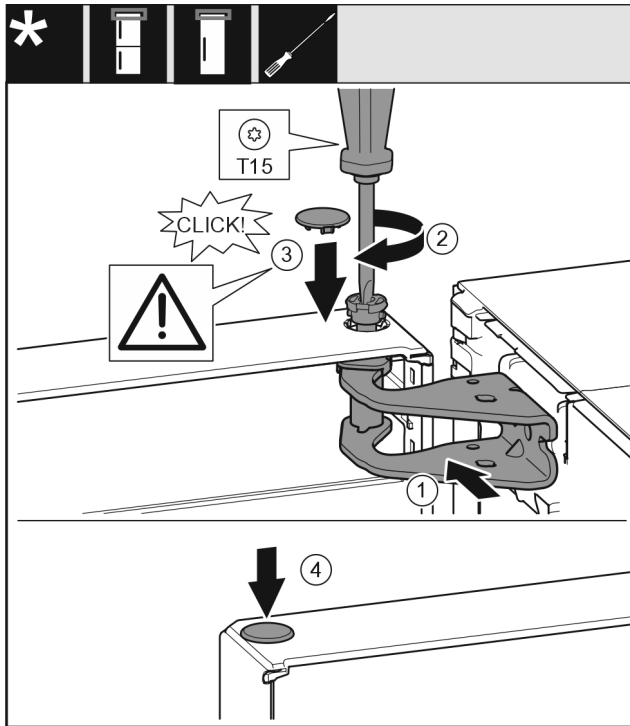

Fig. 58
- ▶ Deur boven naar de opening in het lagerbok Fig. 58 (1) uitlijnen.
- ▶ Bouten Fig. 58 (2) insteken en met een schroevendraaier vastschroeven.
- ▶ Afdekking Fig. 58 (3) plaatsen.
- ▶ Controleer of de afdekking Fig. 58 (3) tegen de deur ligt.
- ▶ Afdekking Fig. 58 (4) plaatsen.